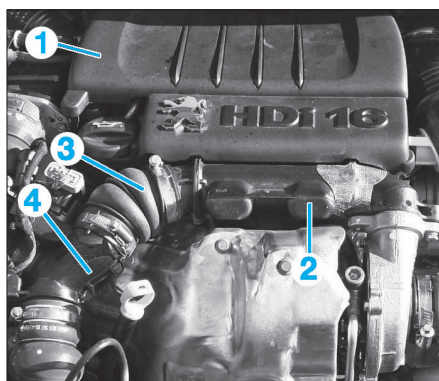

FIG. 4
- Déposer (Fig.4) :
- l'enjoliveur moteur (1)
- le résonateur (2)
- le manchon (3)
- le clapet by-pass d'admission d'air (4)